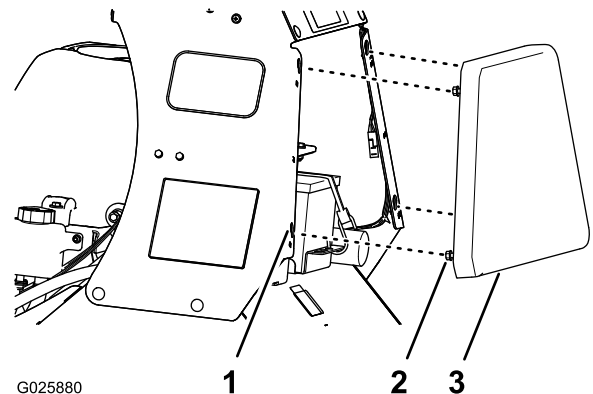

Figura 24
1. Afloje los 4 pernos con arandela prensada que sujetan el teclado en los paneles derecho e izquierdo de la consola (Figura 24).
2. Levante el teclado de la consola (Figura 24) unos 13 mm (1/2").
3. Tire del teclado de la consola hacia atrás en línea recta y retire el teclado de la máquina (Figura 24).
1. Alinee los 4 pernos con arandela prensada en la cara hacia adelante del teclado de la consola con las 4 ranuras en forma de bocallave del bastidor de la consola (Figura 24).
2. Mueva el teclado hacia adelante hasta que el teclado quede a nivel con el bastidor de la consola (Figura 24).
3. Mueva el teclado hacia abajo hasta que los pernos con arandela prensada queden asentados en las ranuras en forma de bocallave (Figura 24).